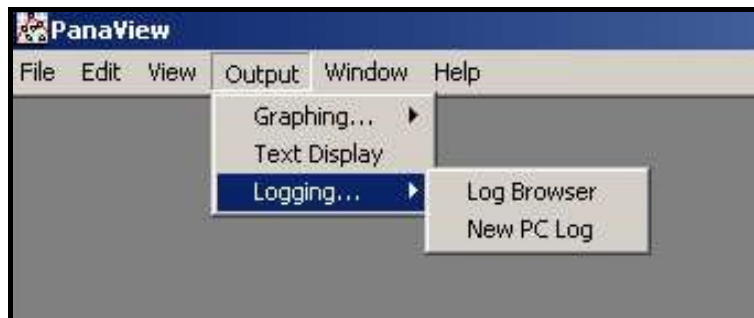

Figura 13: Selecciones en la opción de registro
- I. Abra el menú *Salida* (véase la *Figura 13*), y haga clic en la opción *Registro*.
- Despliegue el menú *Salida* (ver la *Figura 13 en la página 44*), y haga clic en la opción *Navegador de registros*. Avanza hasta el cuadro de diálogo *Registros de PC*, tal y como se ha descrito en los apartados anteriores. Aparecerá una pantalla similar a la mostrada en la *Figura 23*.